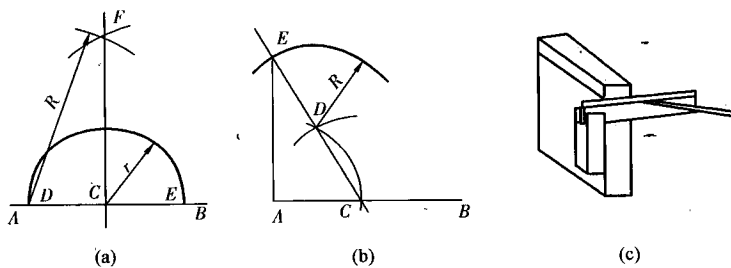

图1-18 垂直线的划法
① 在直线 $AB$ 上的 $C$ 点作一条线与 $AB$ 垂直。作图方法为,以 $C$ 点为圆心,以任意半径 $r$ 划半圆与 $AB$ 线相交于 $D$ 、 $E$ 两点,分别以 $D$ 、 $E$ 两点为圆心以任意半径 $R$ 作圆弧得交点 $F$ ,连接 $F$ 、 $C$ ,此直线就是 $AB$ 线的垂线。如图1-18(a)所示。 $r$ 、 $R$ 越大,作图越准确。
② 在直线 $AB$ 一端作垂直线。作图方法为:以 $A$ 点为圆心,适当长 $R$ 为半径画弧,交 $AB$ 于 $C$ 点,以 $C$ 点为圆心, $R$ 为半径画弧交前弧于 $D$ 点,连接 $C$ 、 $D$ 并延长,以 $D$ 为圆心, $R$ 为半径圆弧交 $CD$ 延长线于正点,连接 $E$ 、 $A$ 则得 $EA$ 垂直于 $AB$ ,如图1-18(b)所示。
当要求划与某一平面垂直的加工线时,可用直角尺根据该平面划出,如图1-18(c)所示。